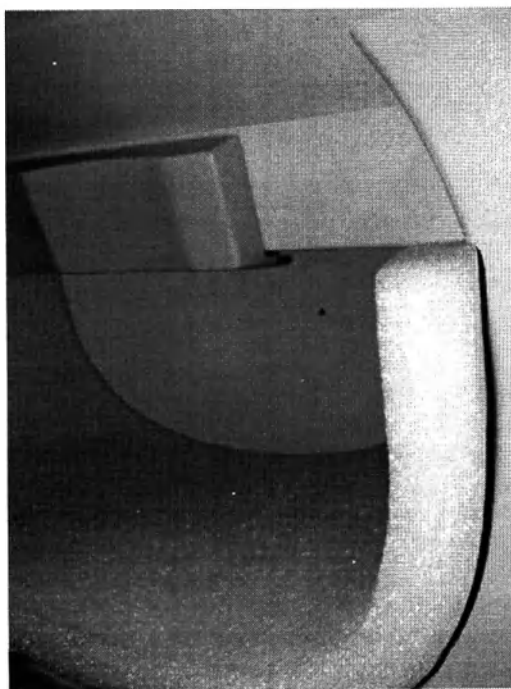

Рисунок 3
- вынуть из периметра пористый материал (рисунок 3), закрепить держатель кнопки ответа пациента;